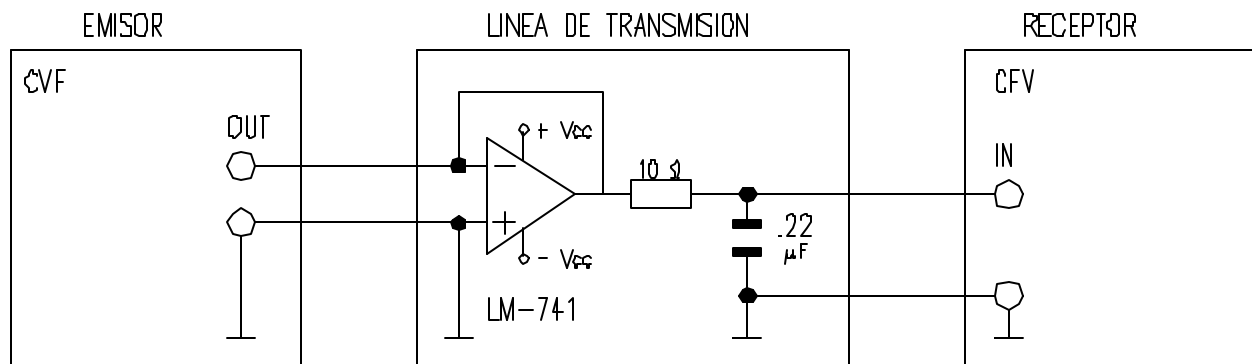

Figura 11.
- Armar el circuito que se muestra en la figura 11.
8. En el esquema de la figura 11, qué función realiza el amplificador operacional LM-741?